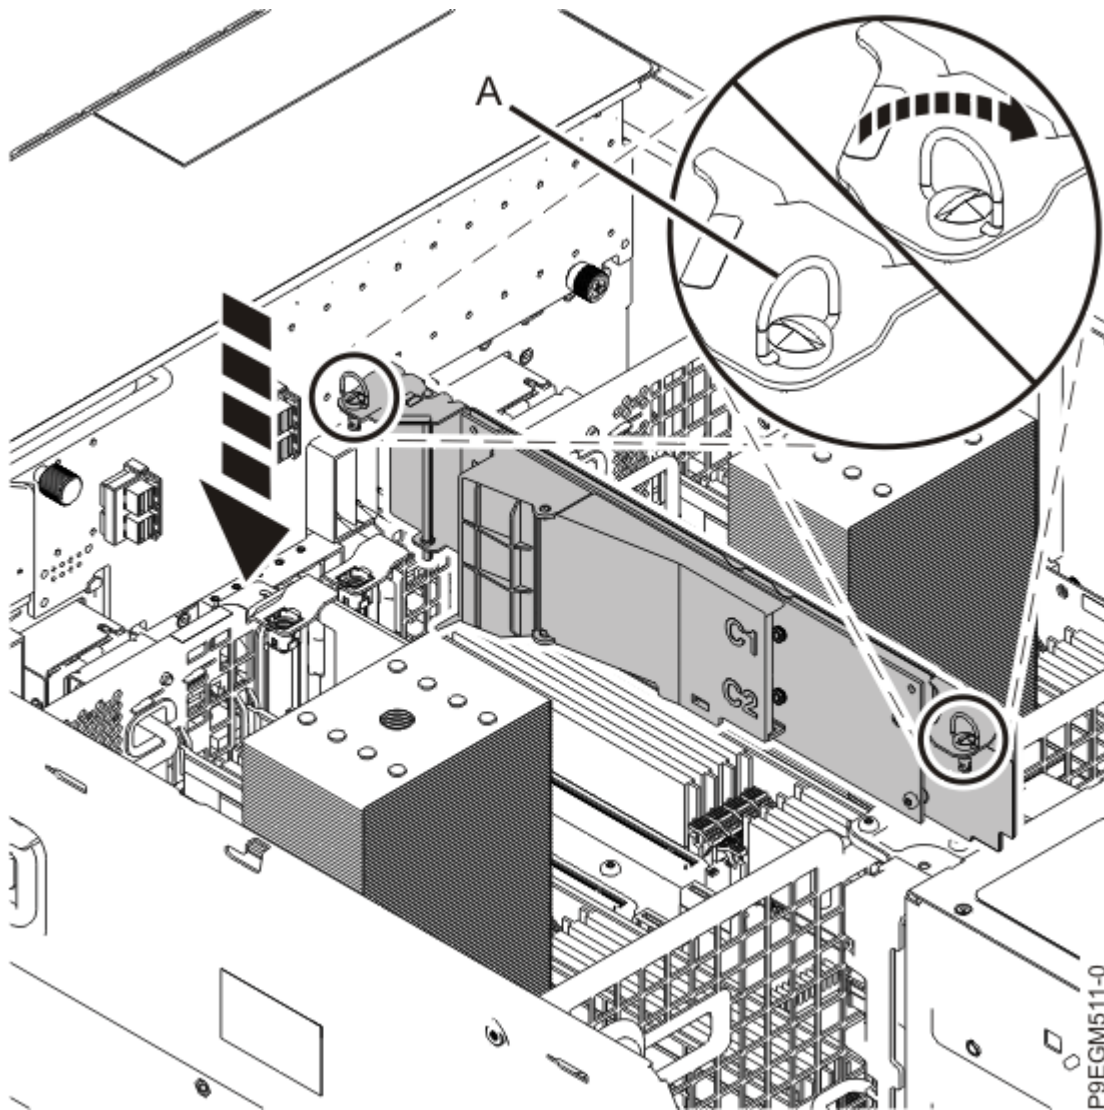

Abbildung 11. NVMe M.2-Trägerkarte einsetzen
8. Üben Sie Druck aus und schrauben Sie die Schrauben **(A)** im Uhrzeigersinn an, bis die NVMe M.2-Trägerkarte richtig sitzt. Siehe Abbildung 11 auf Seite 14.